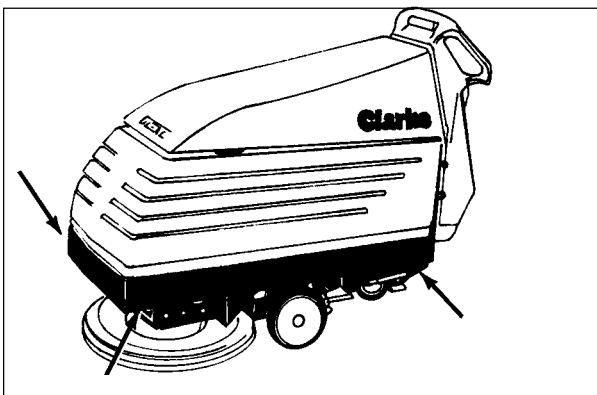

Figure 3
12. Fasten the machine to the vehicle. Note position of anchor tie down holes. See figure 3.
12. Arrimez la machine dans le véhicule. Remarquez l'emplacement des trous d'anclage/de fixation sur la face inférieure. Voir figure 3.